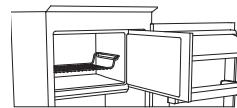
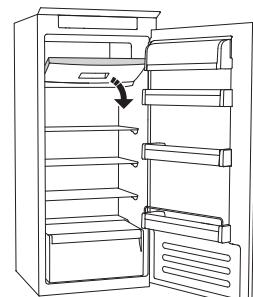

Figure 1
Figure 2
- disposez les aliments sur la grille, si présente (figure 1), ou directement sur la partie inférieure du compartiment (figure 2)
- placez les aliments au centre du compartiment ******* sans qu'ils n'entrent en contact avec les aliments déjà congelés, en maintenant une distance de 20 mm environ (figures 1 et 2).
Le SYSTEME STOP FROST (disponible selon le modèle) facilite la procédure de dégivrage pour le compartiment congélateur. L'accessoire STOP FROST (figure 1) est conçu pour recueillir une partie du givre qui se forme dans le compartiment congélateur et il est facile à retirer et nettoyer, et par conséquent réduit le temps nécessaire au dégivrage de l'intérieur du compartiment congélateur.
- Ouvrez la porte du compartiment congélateur et retirez le bac supérieur (figure 2).